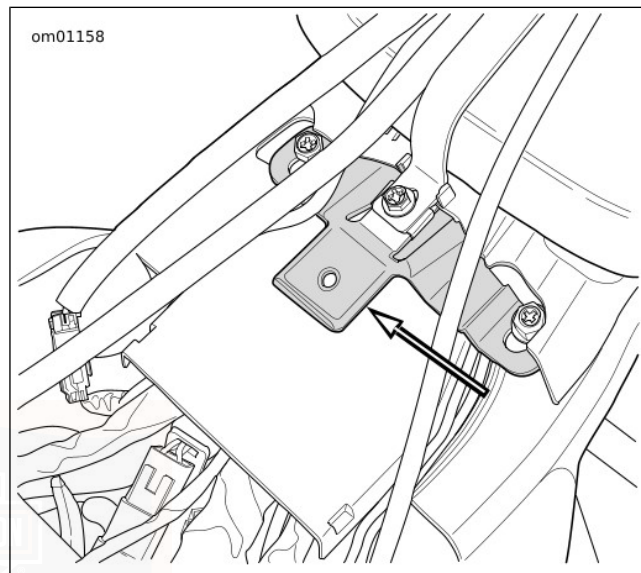

Abbildung 103. Sitzzunge
3. Siehe Abbildung 103. Den Sitz nach vorne drücken und die Hinterkante des Sitzes anheben, bis die Halterung über das Fahrgestell vorbeipasst. Den Sitz leicht nach hinten schieben, um den Schlitz von der Zunge an der hinteren Kraftstofftankhalterung zu lösen.
4. Siehe Abbildung 103. Den Sitz nach vorne drücken und die Hinterkante des Sitzes anheben, bis die Halterung über dem Tour-Pak vorbeipasst. Den Sitz leicht nach hinten schieben, um den Schlitz von der Zunge an der hinteren Kraftstofftankhalterung zu lösen.